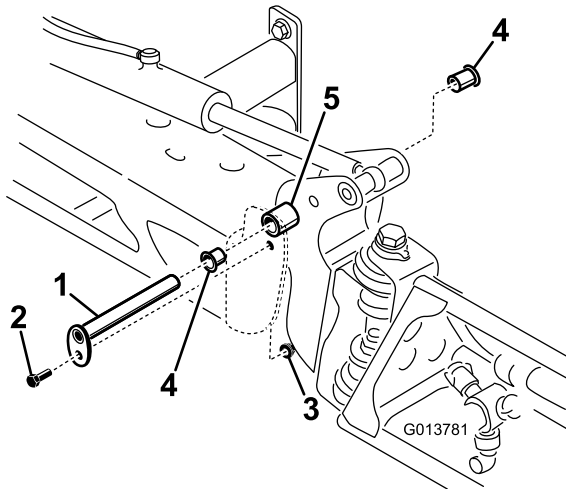

Figura 65
3. Con el peso del brazo apoyado, retire el perno y la tuerca que fijan el pasador de giro al conjunto del brazo (Figura 65). Retire el pasador de pivote.
5. Retire los casquillos de nylon desde delante y desde detrás del soporte del pivote e inspecciónelos (Figura 65). Sustituya cualquier casquillo dañado.
7. Instale el conjunto de brazo y soporte del pivote en el bastidor central, alineando los orificios (Figura 65).